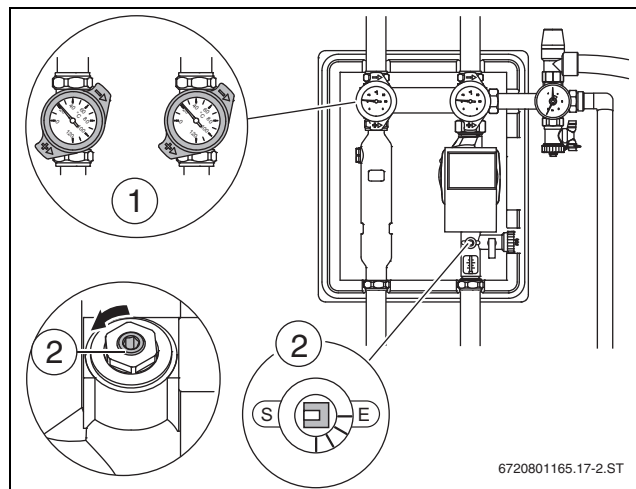

Fig. 36 Dispozitive de închidere deschise
- Reglați robinetele cu bilă (→ Fig. 36, [1]) de la termometre la 45° și deschideți limitatorul de debit (→ Fig. 36, [2]) ca și alte dispozitive de închidere.